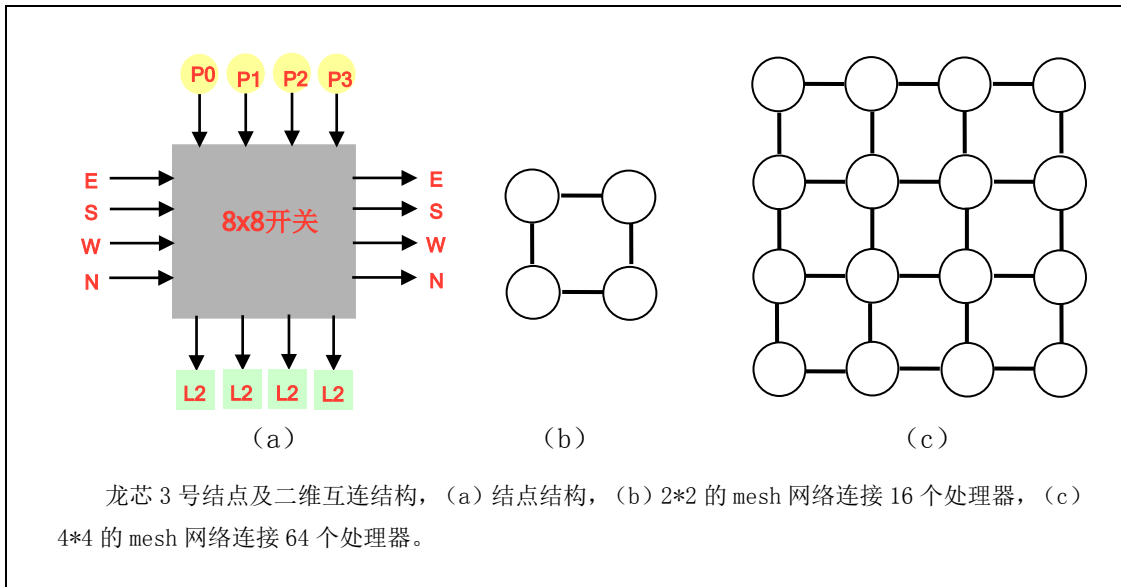

图 1-1 龙芯 3 号系统结构
龙芯 3 号采用的可伸缩互连结构如下图 1-1 所示。龙芯 3 号片内及多片系统均采用二维 mesh 互连结构，其中每个结点由 8\*8 的交叉开关组成，每个交叉开关连接四个处理器核以及四个二级 Cache，并与东 (E) 南 (N) 西 (W) 北 (N) 四个方向的其他结点互连。因此，2\*2 的 mesh 可以连接 16 个处理器核，4\*4 的 mesh 可以连接 64 个处理器核。